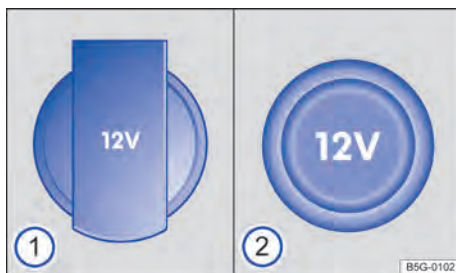

Fig. 173 Tomada 12 V dobrável ①, tomada 12 V com cobertura removível ②.
- No compartimento de bagagem → Fig. 173.